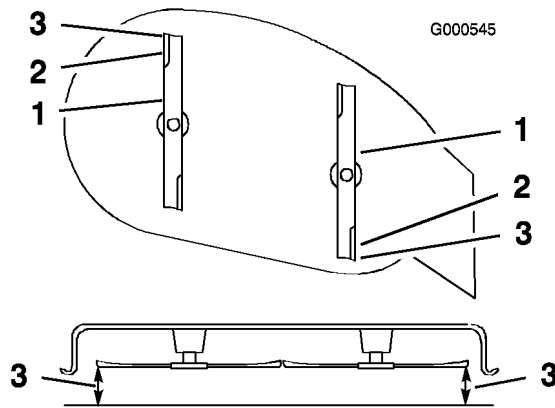

Bild 45
- Stellen Sie die Schnitthöhe auf die Stellung **D** (76 mm) und drehen Sie die Messer vorsichtig, sodass sie nach vorne und hinten zeigen (Bild 45).
- Messen Sie zwischen der Messerspitze vorne und hinten und der ebenen Fläche (Bild 45). Stellen Sie, wenn die vordere Schnittemesserspitze nicht um 1,6 – 7,9